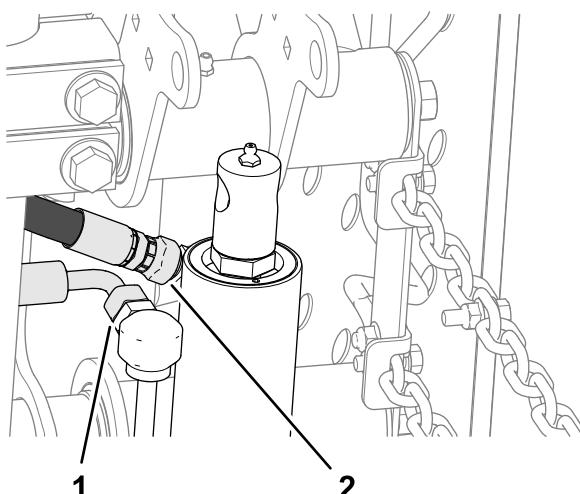

Рисунок 12
- На гидроцилиндре подъема ослабьте прямой поворотный штуцер шланга линии возврата и прямоугольный поворотный штуцер шланга линии подъема (Рисунок 12).